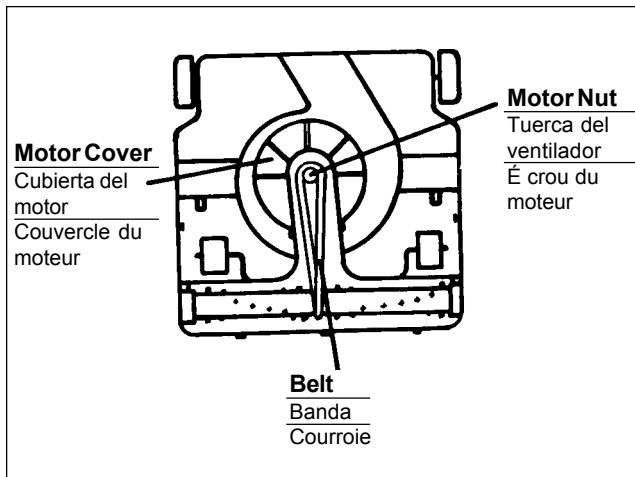

Fig. 13
3. Remove bottom plate and fan cover by lifting off from motor. (Fig. 13)
3. Quite la tapa inferior del ventilador levantándola del motor. (Fig. 13)
3. Oter l couvercle inférieur du ventilateur, enlever le moteur. (Fig. 13)